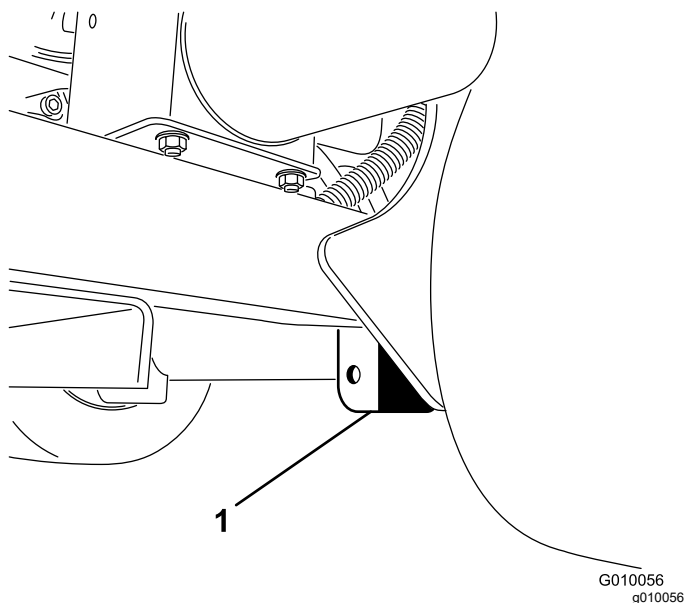

Figura 38
3. Aezăi cricul în siguranță sub placa cadrului, în interiorul roii spate (Figura 38).